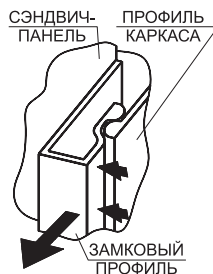

Рисунок 15
- Возможна перестановка теплообменника нагревателя (2) на любую сторону обслуживания.
- Для удобства монтажа и обслуживания в секциях можно демонтировать или переставить любую панель корпуса. Например, при самостоятельной смене стороны обслуживания, достаточно удалить, при помощи плоской отвертки, по периметру несъёмной панели замковый профиль и вынуть панель наружу (рис.15). Установка на новое место производится в обратном порядке.